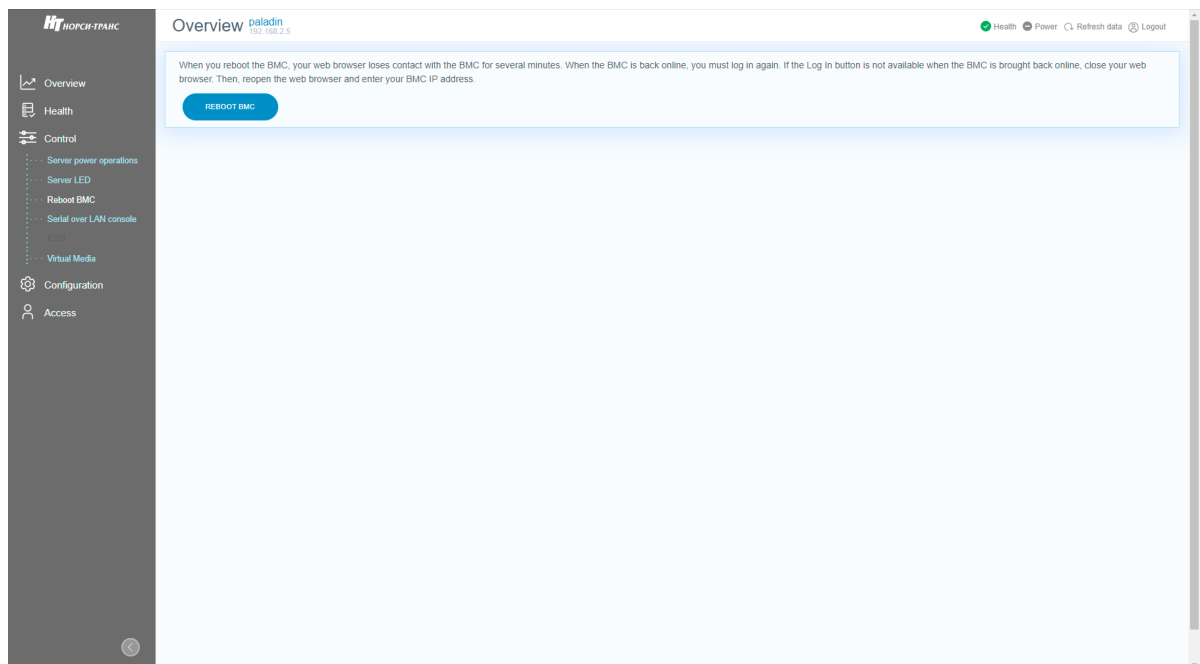

Рис. 71. Окно «Reboot BMC»
- 4) Пройдите во вкладку «Control» → «Reboot BMC» в данной вкладке осуществляется перезагрузка BMC. Нажмите на кнопку «Reboot BMC» для перезагрузки BMC. Окно показано на рис. 71 Окно «Reboot BMC»